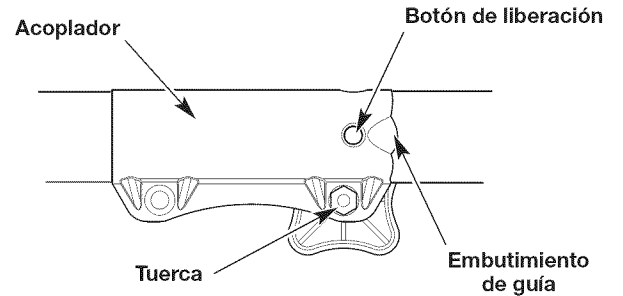

Fig. 7
NOTA: La alineación del botón de liberación con el embutimiento de guía ayudará en la instalación (Fig. 7).
NOTA: No ajuste demasiado la tuerca (Fig. 7).
2. Oprima y mantenga apretado el botón de liberación (Fig. 7).